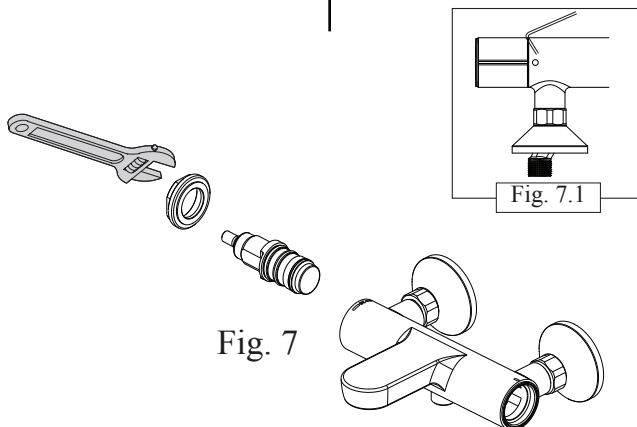

Fig. 7
- À l'aide des pince multiusage déviser l'écrou de fixation de la cartouche (Fig.7)
- Retirer la cartouche (Fig.7)
- Using adjustable wrench the fastening nut of the cartridge (Fig. 7)
- Remove the cartridge (Fig.7)